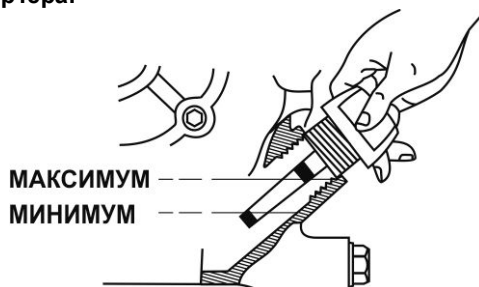

Рис. 4.20.
3. Открутите пробку-щуп горловины для заливки масла, с помощью лейки-воронки залейте необходимое количество масла и проконтролируйте его уровень с помощью мерного щупа (см. рис. 4.20.). Для этого вытрите насухо щуп, вставьте пробку-щуп в заливную горловину, не закручивая ее по резьбе, извлеките пробку-щуп и убедитесь, что уровень масла находится между отметками «минимум» и «максимум» на щупе.